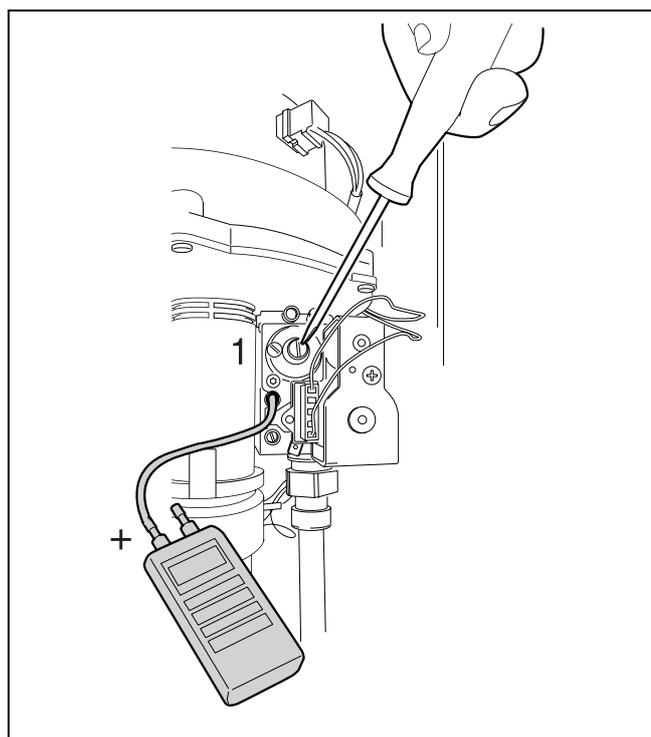

Abb. 31 Einstellen des Gas-Luft-Verhältnisses
Gas-Luft-Verhältnis einstellen (Abb. 31).
- Abdeckkappe entfernen (Abb. 31, Pos. 1).
- Mit Innensechskantschlüssel (4 mm) die Einstellschraube für den Brennerdruck (Abb. 31, Pos. 1) auf korrektes Gas-Luft-Verhältnis einstellen.
- Abdeckkappe anbringen (Abb. 31, Pos. 1).